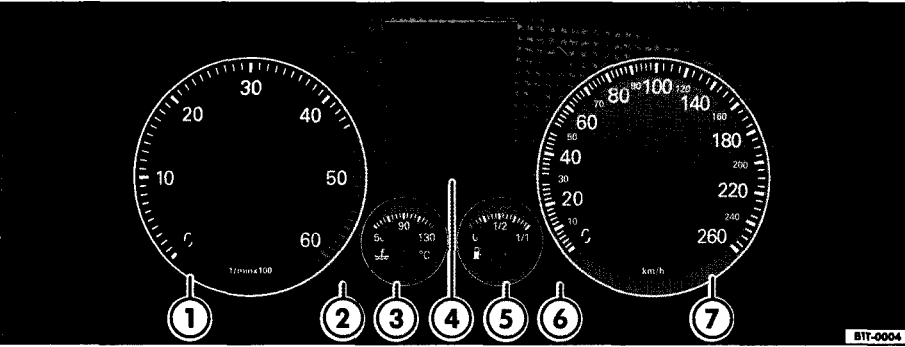

Fig. 3 Detail du tableau de bard : combine d'instruments.
- Le debut de la zone rouge du compte-tours fig. 3 0 represente, pour chaque vitesse, le regime maximal autorise du moteur rode et a sa temperature normale de fonctionnement. Il est recommande d'engager la vitesse immediatement superieure, ou de placer le levier selecteur en position D, ou de lever le pied de l'accelerateur avant que l'aiguille n'atteigne cette zone.
- Pour regler les heures, tournez le bouton de reglage page 9, fig. 3 [®] vers la gauche jusqu'en butee.